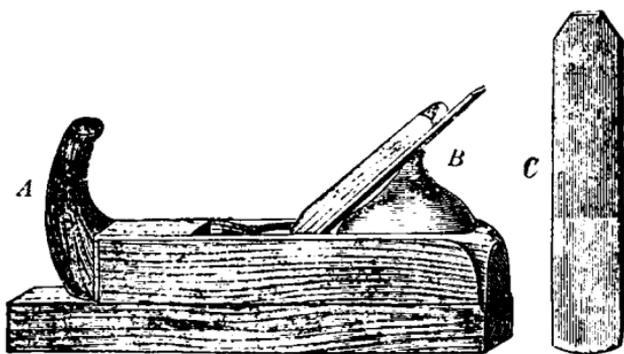

Рис. 4. Шерхебель.
Различные инструменты для строганія дерева—рубанки, фуганки и такъ далѣе (смотри дальше рис. 4, 5, 7)—въ общемъ устроены довольно сходно между собою. Всѣ они состоятъ изъ деревянной колодки, желѣзка, которое вставляется въ колодку, и деревяннаго клина, удерживающаго желѣзко въ колодкѣ. Колодка должна быть изъ какого-нибудь твердаго, на примѣръ, буковаго или кленоваго, дерева. Нижняя сторона колодки должна быть совершенно ровная и гладкая; чтобы она не изнашивалась при работѣ, на нее набиваютъ иногда металлическую дощечку, а у американскихъ инструментовъ часто даже вся колодка дѣлается чугунная. Желѣзко строгальныхъ инструментовъ на концѣ сточено на одной сторонѣ въ такъ называемую *фаску* съ острымъ краемъ. Чтобы можно было гладко выстрогать доску, желѣзко должно быть отточено очень остро, поэтому при столярной работѣ приходится постоянно подтачивать инструменты. Въ виду этого мы опишемъ здѣсь различные приемы точенія инструментовъ.
*Шерхебель* (рис. 4). Желѣзко его (рис. 4, с) имѣетъ закругленное лезвие и при строганіи оставляетъ на доскѣ полукруг-